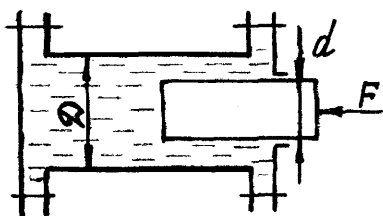

Рис. 5
12. Диаметр гироцилиндра 200 мм, определить нагрузки на болты левой и правой крышек, если к плунжеру диаметром 40 мм приложена сила 420 Н. (рис. 5)